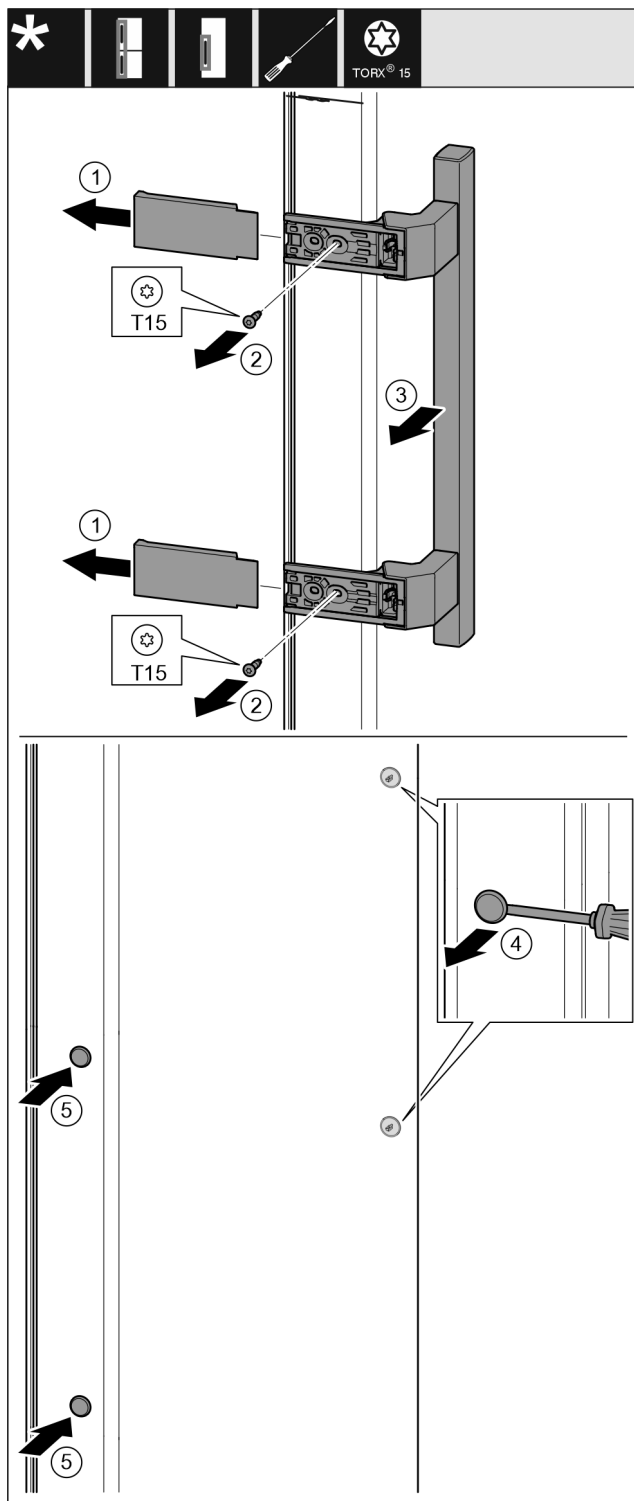

Fig. 19
- ▶ Levantar la cubierta. Fig. 19 (1)
- ▶ Desatornillar los tornillos con un destornillador Torx 15. Fig. 19 (2)
- ▶ Retirar el tirador. Fig. 19 (3)
- ▶ Levantar con cuidado el tapón lateral del electrodoméstico con el destornillador plano y sacarlo. Fig. 19 (4)
- ▶ Volver a colocar el tapón en el otro lado. Fig. 19 (5)